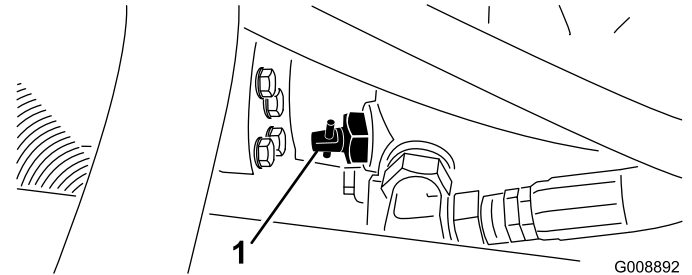

Bild 24
1. Ermitteln Sie das Sicherheitsventil an der Pumpe (Bild 24) und drehen Sie das Ventil um 90 Grad.